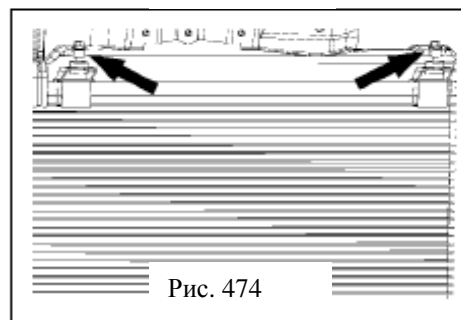

Рис. 474
7. Снимите корпус конденсатора (рис. 474)